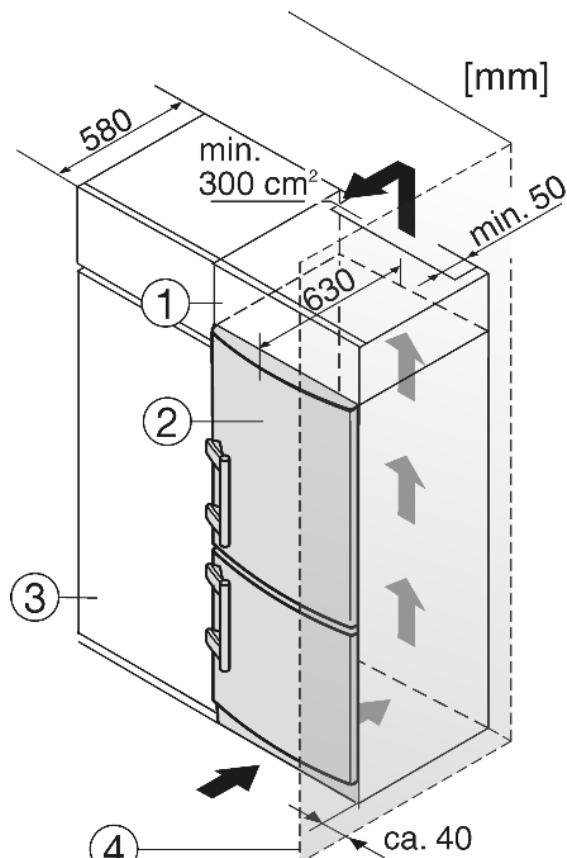

Fig. 9
(1) Дополнительный шкафчик
(2) Устройство
(3) Кухонный шкаф
(4) Стенка
Устройство может быть окружено предметами кухонной обстановки. Чтобы уравнять устройство Fig. 9 (2) по высоте с кухонной стенкой, можно установить над устройством соответствующий дополнительный шкафчик Fig. 9 (1).
При комбинировании с обычными кухонными шкафами (глубина макс. 580 мм) устройство можно установить непосредственно рядом с кухонным шкафом Fig. 9 (3). Дверца устройства выступают по сторонам на 34 мм и по центру устройства на 50 мм относительно передней стенки кухонного шкафа. Поэтому ее можно свободно открывать и закрывать.
Если устройство установлено на шарнирах у стены Fig. 9 (4), то расстояние между устройством и стеной должно быть не менее 40 мм. Настолько выступает ручка при открытой дверце.